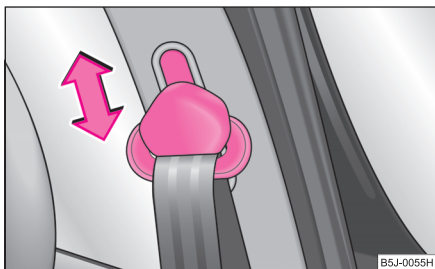

Fig. 123 Scaun față:
- Pentru reglare apăsați dispozitivul de reglare și deplasați-l în sus sau în jos ⇒ fig. 123.